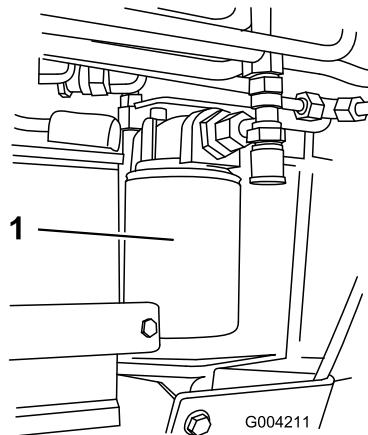

Рисунок 55
4. Поместите под крышку сливной поддон (Рисунок 55).
2. Снимите старый фильтр (Рисунок 55) и начисто протрите поверхность прокладки адаптера фильтра.
4. Установите новый гидравлический фильтр в адаптер фильтра (Рисунок 55). Поверните гидравлический фильтр по часовой стрелке, пока резиновая прокладка не соприкоснется с адаптером фильтра, после этого затяните фильтр, повернув его еще на 3/4 оборота.